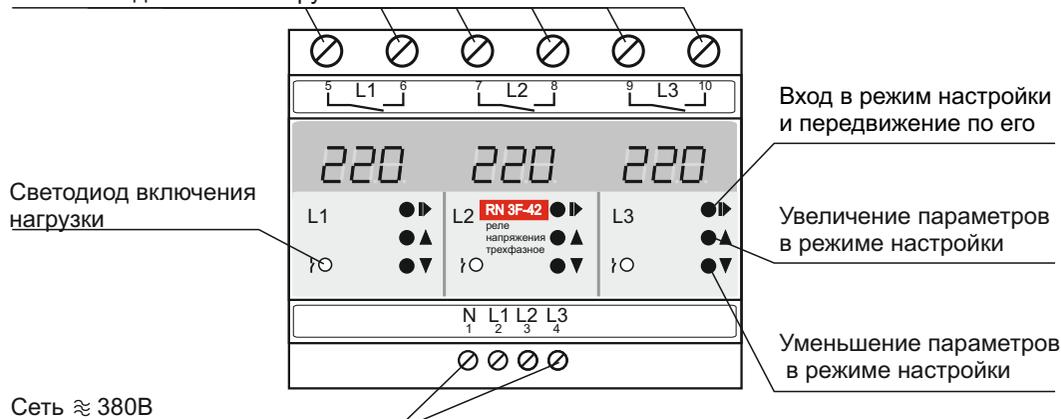

Рис. 1. Устройство прибора
5.1. Изделие имеет светодиодный дисплей, отображающий (рис. 1):